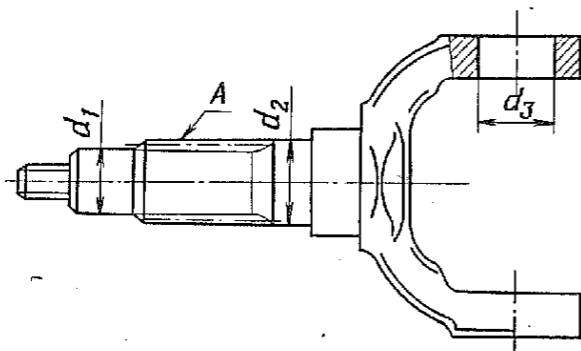

Рис. 170. Вилка ведомая карданного шарнира полуоси (вал ведущей шестерни колесного редуктора)
2.2. Ведомая вилка карданного шарнира полуоси (рис. 170)